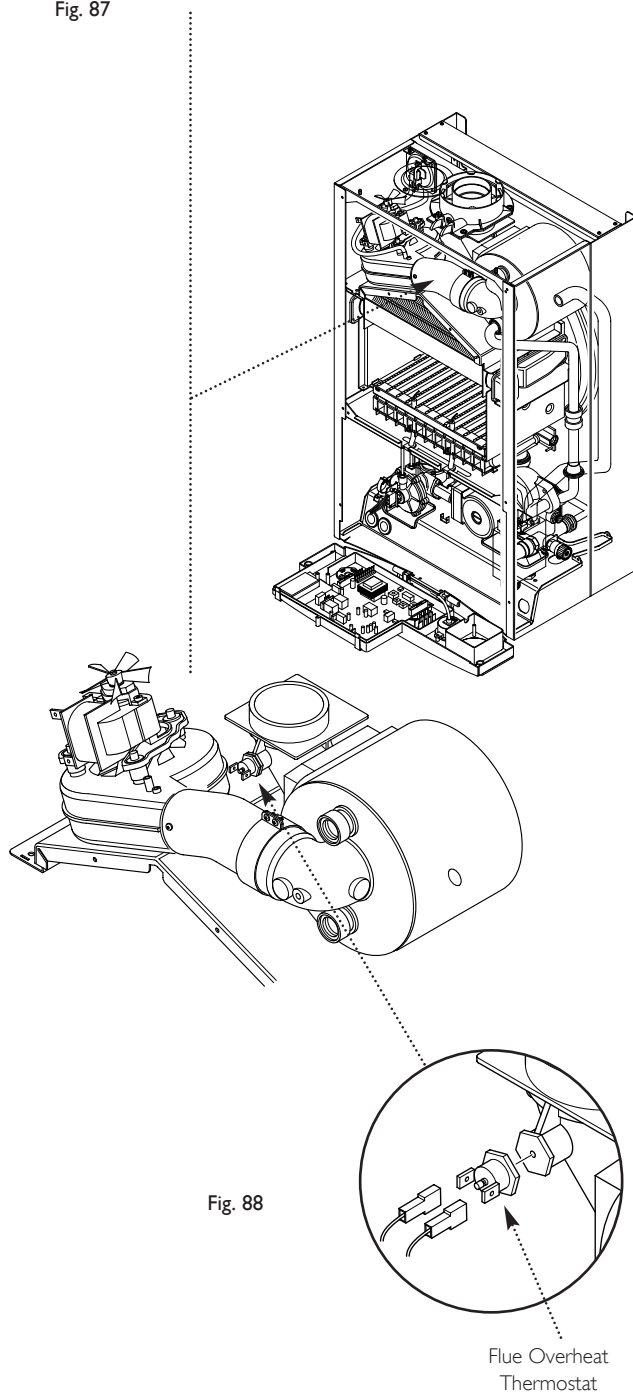

Fig. 88
14.24 Flue Overheat Thermostat (Fig. 88)